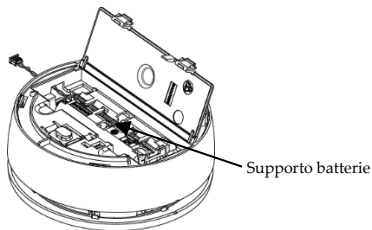

Figura 8
4. Aprire il vano batterie (*vedi Figura 8*).